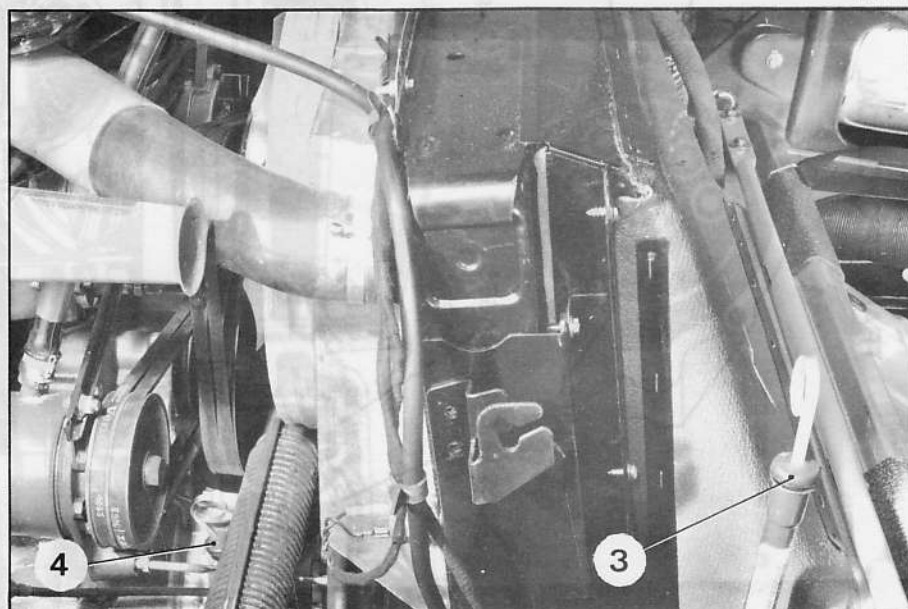

Fig. 4
Remplissage de la boîte de vitesses : Verser par le puits de jauge (3) Fig. 4, à l'aide d'un entonnoir, 2,5 litres environ d'huile TOTAL ATF 33.
Remplissage du carter de différentiel (pont) : Verser par le puits de jauge (4) Fig. 4, 1,2 litre d'huile TOTAL EXTREME PRESSION SAE 80.